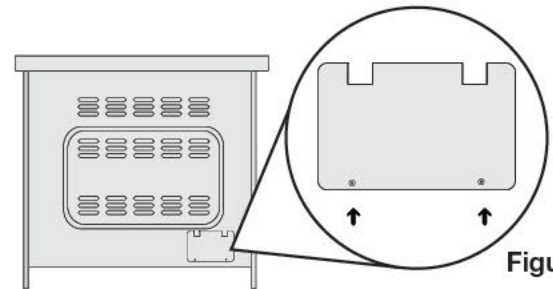

Figure 30
- 1 Retirer la plaque de l'arrière de la cuisinière. Dévisser les deux vis et les mettre de côté. (Voir la figure 30.)